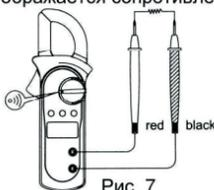

Рис. 7
**E. Звуковая прозвонка (рис.7)**